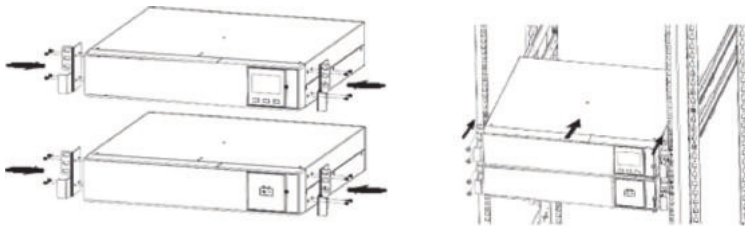

Abb.8: Montage als Rack-Gerät im 19"-Schrank mit Batteriemodul
- Gehen sie wie in Abb. 8 vor, um das Gerät und sein Batteriemodul in einem 19"-Rack-Schrank einzubauen.